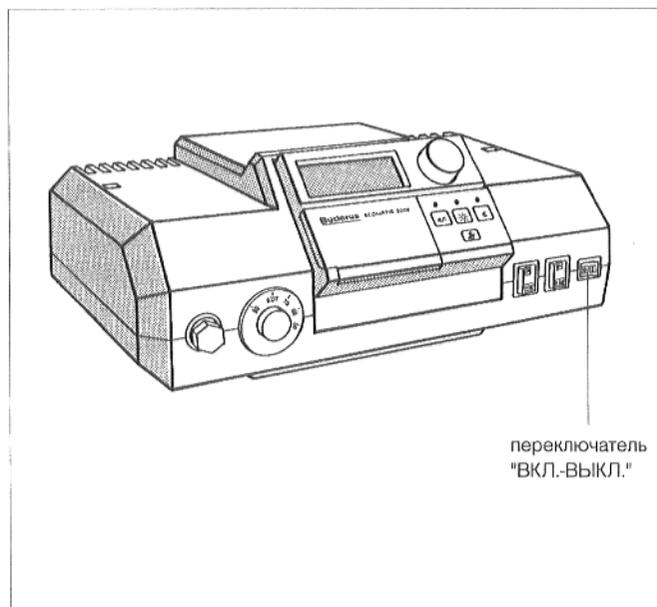

Рис. 39: система регулирования 2000
- Установить переключатель режима работы (рис. 39 по 41) на поз. 0 (ВЫКЛ.).